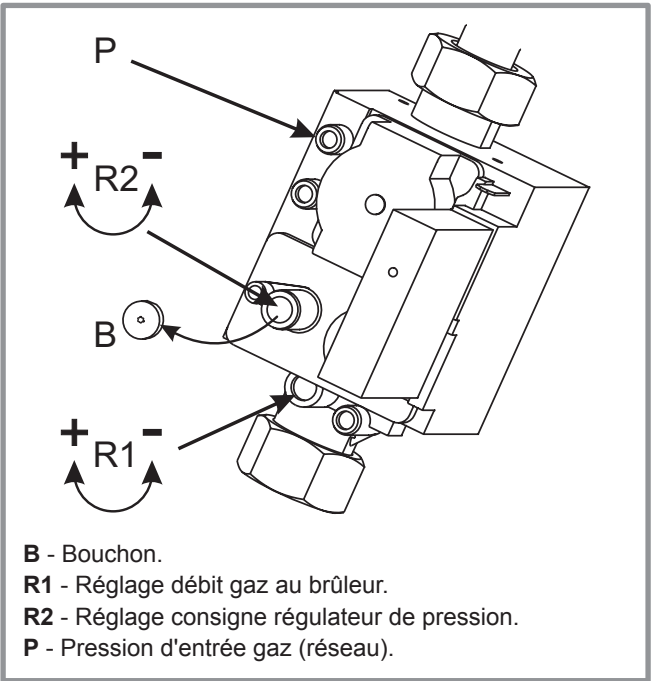

Figure 34 - Vanne gaz
- Si nécessaire, ajuster le taux de CO₂ en réglant le débit gaz au brûleur (vis repère R1, Figure 34).
- Si nécessaire, ajuster doucement la consigne du régulateur de pression (vis repère R2, Figure 34).